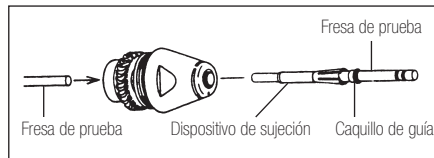

Fig.12
3) Si la tuerca de roto está suelta: presione hacia afuera el dispositivo de fijación con cuidado con una fresa de prueba o el vástago de la fresa de la parte posterior del cartucho, y el casquillo de guía y el dispositivo de fijación saldrán. (Fig.12)